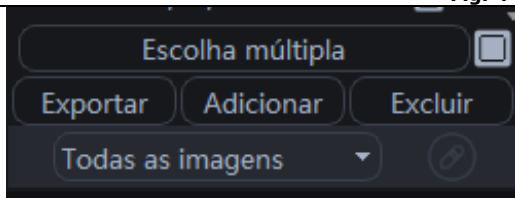

Fig. 45
k. No canto inferior esquerdo, é possível fazer uma escolha múltipla de imagens (Fig. 45). Também é possível aplicar um filtro por período, método de captura, distribuição de dentes, forma dentária ou análise de imagens (Fig. 46).